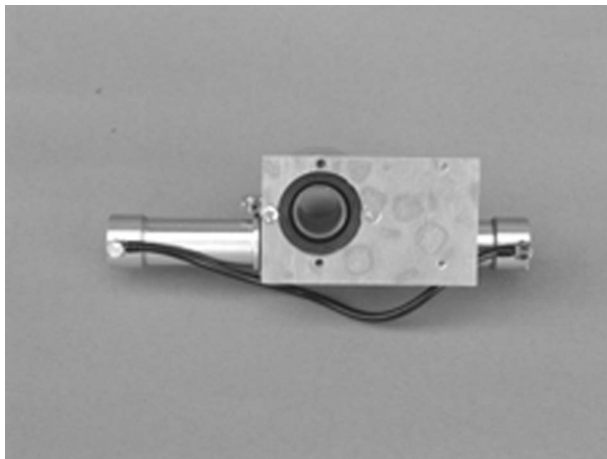

Bild 2
Befestigen Sie das Blech(B), wie im Bild 2 zu sehen, am Schwenkzylinder. Das Blech(B) schließt bündig mit dem Schwenkzylinderfuß ab.